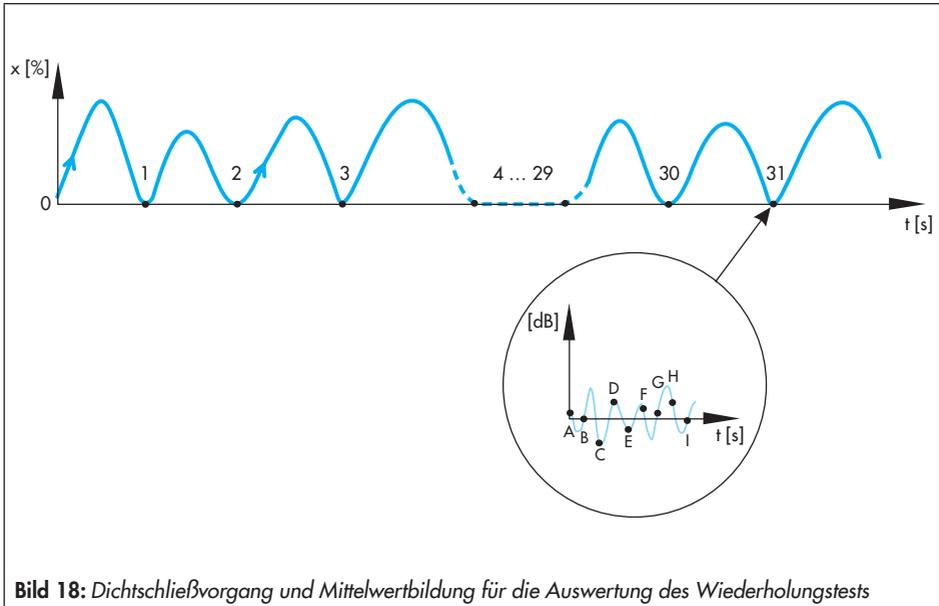

Bild 18: Dichtschließvorgang und Mittelwertbildung für die Auswertung des Wiederholungstests
- **Mittelwert des aktuellen/letzten Dichtschlieens:** Der Mittelwert aus dem aktuellen Pegel und den letzten vier Pegeln des aktuellen Dichtschlievorgangs wird fr die berwachung herangezogen (Bild 18: Dichtschlievorgang 31 und Pegel E bis I).
- **Gemittelter Pegelwert im Dichtschlieen:** Der Mittelwert aller Pegel aus dem aktuellen Dichtschlievorgang wird fr die berwachung herangezogen (Bild 18: Dichtschlievorgang 31 und Pegel A bis I).
- **Gleitender Mittelwert aus Kurzzeithistogramm:** Der Mittelwert aus den letzten dreißig Pegeln der Kurzzeitbeobachtung (vgl. ► Kapitel 6.2) wird fr die berwachung herangezogen (Bild 18: Dichtschlievorgang 2 bis Dichtschlievorgang 31 mit allen Pegeln).
- **Gleitender Mittelwert aus Langzeithistogramm:** Der Mittelwert aus allen Pegeln der Langzeitbeobachtung (vgl. ► Kapitel 6.3) wird fr die berwachung herangezogen (Bild 18: Dichtschlievorgang 1 bis Dichtschlievorgang 31 mit allen Pegeln).